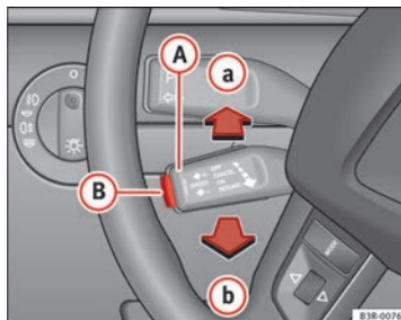

Fig. 145 Mandos del regulador de velocidad
- desplace la palanca **A** ⇒ fig. 145 hasta la posición **a** (sin encastrar).